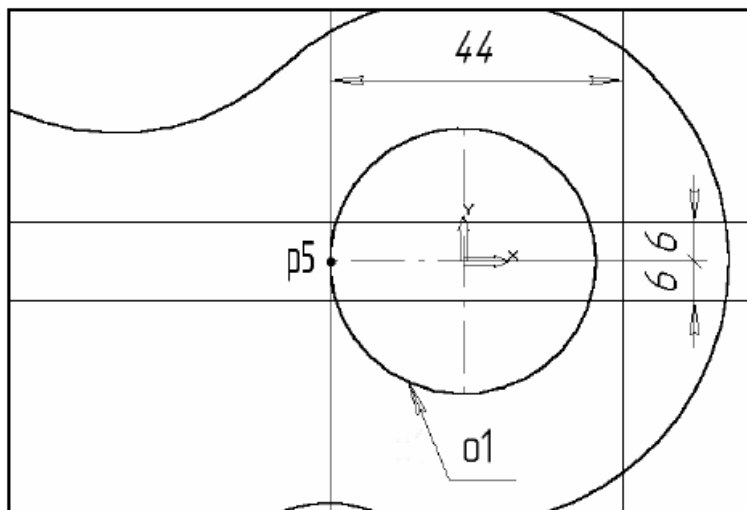

Рис. 3.10
23. С помощью команды **Вертикальная прямая**  на Панели расширенных команд ввода вспомогательных прямых постройте вертикальную прямую через точку **p5** на левом квадранте окружности **o1**, рис. 3.10.